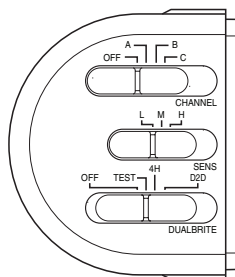

Figure 7
2. Faites glisser le commutateur CHANNEL en position OFF, le commutateur de sensibilité (SENS) en position « L » et le commutateur DUALBRITE en position TEST (voir la Figure 7). *Remarque :* Le mode TEST contourne la photocellule (qui ferme le luminaire pendant la journée), permettant de faire l'essai du luminaire de jour comme de nuit.
1. Faites glisser le commutateur CHANNEL sur la voie souhaitée (A, B ou C) sur tous les luminaires à interconnecter (voir la Figure 7).